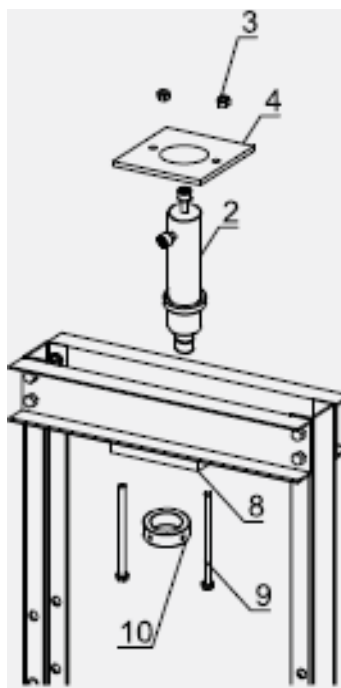

Рис. 4
5. С помощью болтов (9) и гаек (3) скрепите оголовник толкателя (4) и пластину основания толкателя (8). Прикрепите толкатель (2) с помощью большой гайки (10). См. рисунок 4.